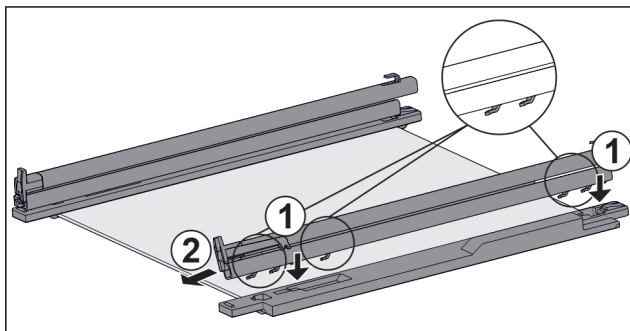

Fig. 110 Ripiano in vetro con guide e fermi
- ▶ Inserire il gancio della guida sulle aperture del **gancio** sinistro. *Fig. 110 (1)*
- ▶ Tirare la guida in avanti. *Fig. 110 (2)*
- ▶ Inserire il gancio della guida nelle aperture del **gancio** destro. *Fig. 110 (1)*